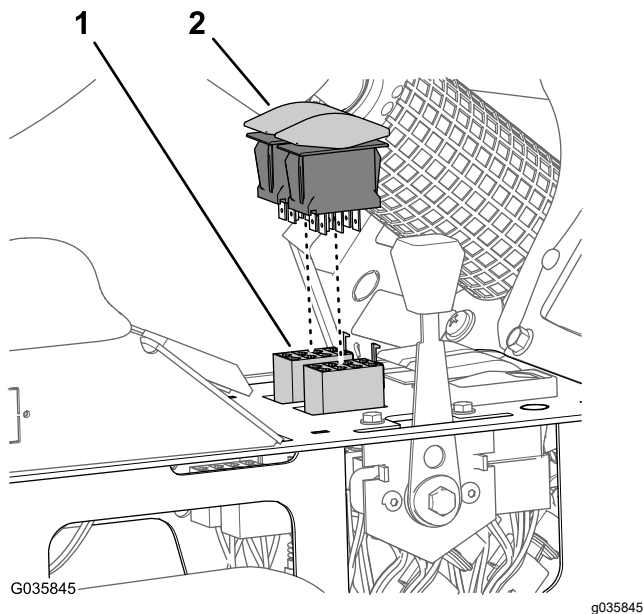

Figura 40
3. Deconectai conectorii cu 8 orificii ai cablului mainii de la comutatoarele de ridicare a braului pentru circuitele de comandă a ridicării braului din stânga i din dreapta (Figura 40).
4. Conectai comutatoarele culbutor la conectorii cu 8 orificii ai cablului pentru setul de finisare a braului ultra sonic (Figura 40).
5. Introduceți comutatoarele de ridicare a braului în deschiderile din panoul consolei centrale până când comutatoarele se fixează bine (Figura 40).